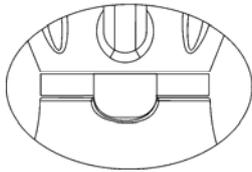

Fig. 1
1. Stellen Sie das Glas auf die Motoreinheit, so dass der Schlitz auf dem Motor mit dem Vorsprung unter dem Griff (siehe Fig.1) ausgerichtet ist, so dass das Glas nicht mehr bewegen kann. Ist das Glas nicht richtig in seiner Position, kann die Einheit nicht angestellt werden. Es handelt sich um eine Sicherheitsvorkehrung.